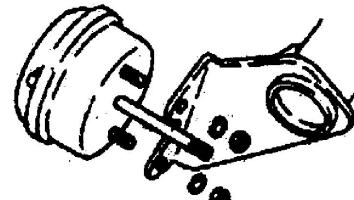

图 3-8 制动气室
13) 拆卸螺母和空气管，从气室支架上拆下制动气室 (图 3-8)。